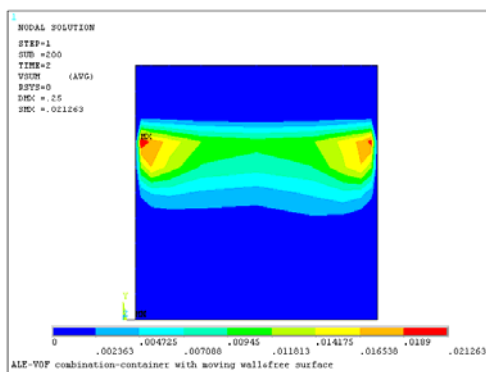

图 9-86 速度场分布等值线
⑤在“Item to be contoured”列表框中单击选择 DOF Solution→Fluid velocity，单击“OK”按钮，ANSYS 窗口将显示如图 9-86 所示的速度场分布等值线图。